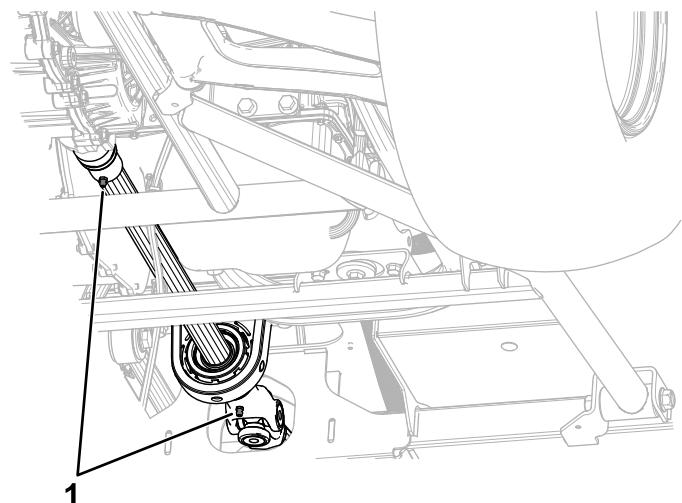

Figure 27
- **Arbre d'entraînement (2)** ; voir Figure 27